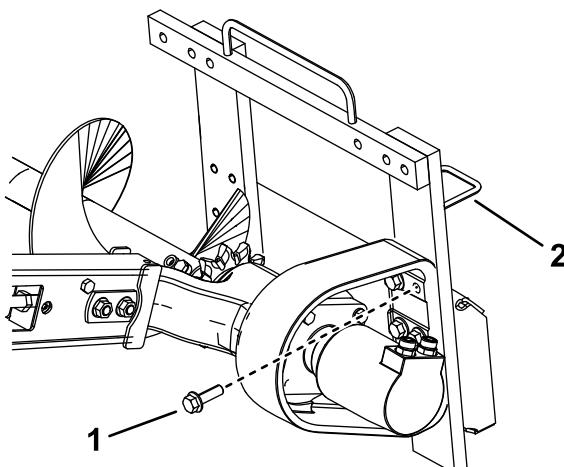

図8
3. トレンチャヘッドをフレームに固定している6本のボルトを外す図8。
11. ホースを、トレンチャ上部のホースガイドから左側のホースガイドに移動する図8。